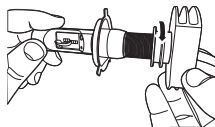

Figura -3
- Deșurubează disipatorul termic de pe farul LED4 așa cum se arată în Figura 3.